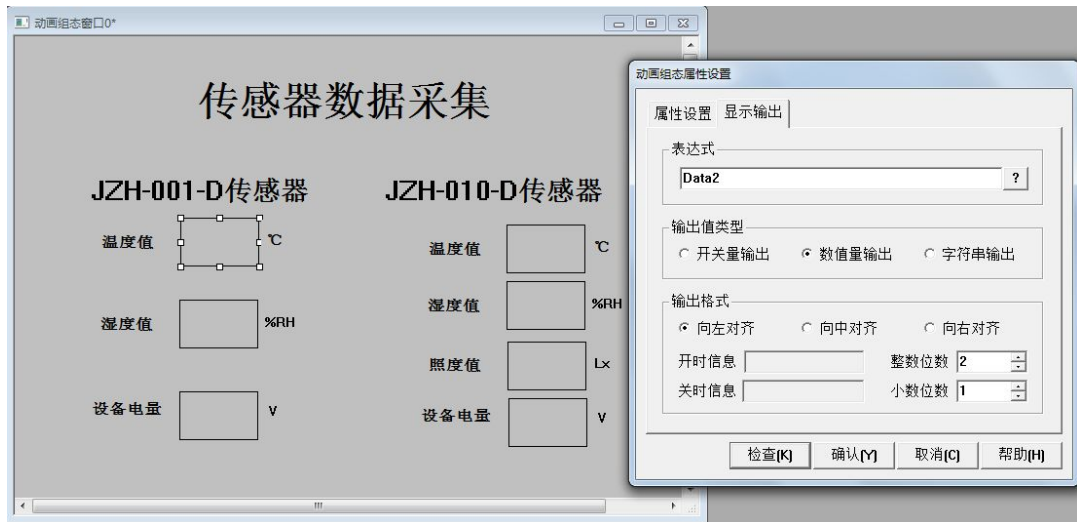

图 2-2-19
7、在用户窗口中连接数据对象，双击温度值的右侧框，进入【动画组态属性设置】—【显示输出】，在表达式框中连接数据对象，输出值类型为数值量输出。输出格式根据读取传感器返回数据格式更改。如图 2-2-19。JZH-001-D 传感器的温度、湿度、设备电量需要连接的数据对象依次为 data2、data4、data6；JZH-010-D 传感器的温度、湿度、照度和设备电量对应的数据对象为 data8、data10、data12、data14。